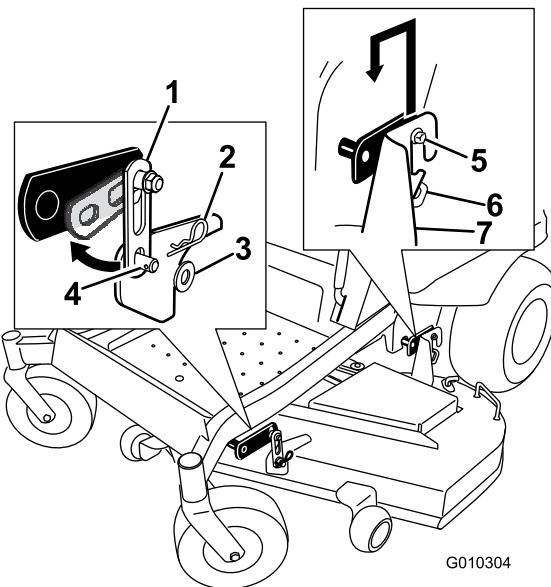

Figure 70
5. Soulevez l'arrière du tablier de coupe et guidez les supports sur les boulons des pattes de fixation arrière (Figure 70).
6. Montez le support avant du tablier de coupe sur les pattes de fixation avant et fixez-les avec une rondelle et une goupille fendue (Figure 70).
2. Enlevez les fixations des patte de fixation avant de chaque côté du tablier de coupe (Figure 70).
3. Soulevez le tablier de coupe avec précaution pour le dégager des boulons des pattes de fixation arrière et abaissez l'avant du tablier au sol (Figure 70).